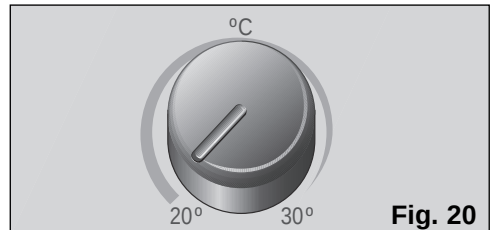

Fig. 20
- ☐ Colocar el termostato en posición de mínima temperatura, **Fig. 20**.